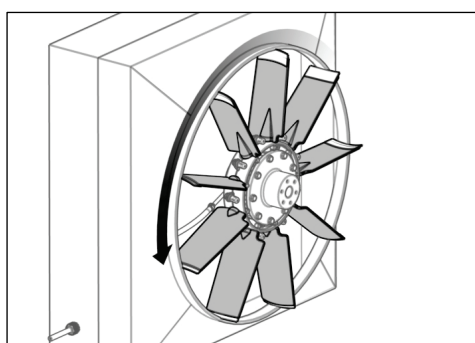

Fig. 34
- 29) Gire el ventilador a mano (véase la Fig. 34).